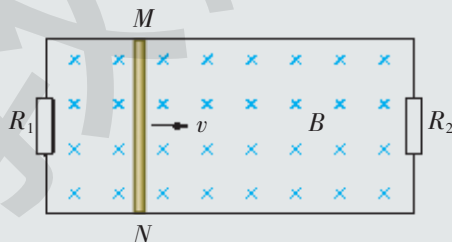

图 1-43
9. 如图 1-43 所示, 在磁感应强度为 0.5 T 的匀强磁场中, 让长为 0.2 m 的导体棒 MN 在无摩擦的框架上以 5 m/s 的速度向右匀速运动, 电阻 $R_1 = R_2 = 2\ \Omega$, 其他导体的电阻不计, 则外力做功的功率有多大? 感应电流的功率有多大? 在 R_1 和 R_2 上消耗的功率有多大? 检验一下: 其中的能量转化是否符合守恒定律?